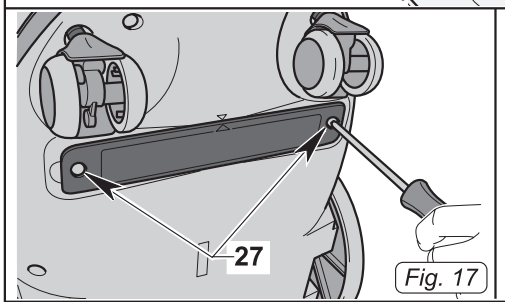
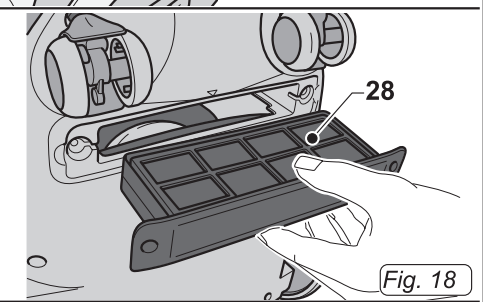

Fig. 17
Fig. 18
- Перевернуть пылесос, затем отвинтить винты (27 Рис. 17) и удалить фильтр (28 Рис. 18).